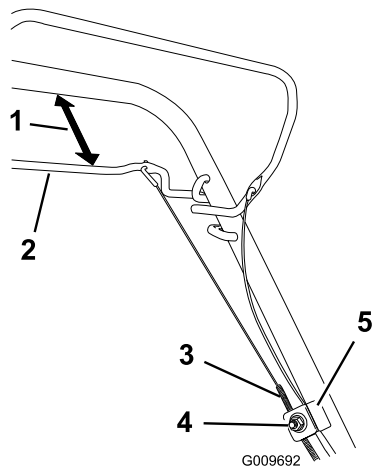

Figura 26
1. Afloje la tuerca del soporte del cable (Figura 26).
2. Sujete la barra de la transmisión autopropulsada a una distancia de 25 a 38 mm (1 a 1-1/2 pulgadas) del manillar (Figura 26).
3. Tire hacia abajo de la cubierta del cable (hacia la máquina) hasta eliminar la holgura del cable (Figura 26).